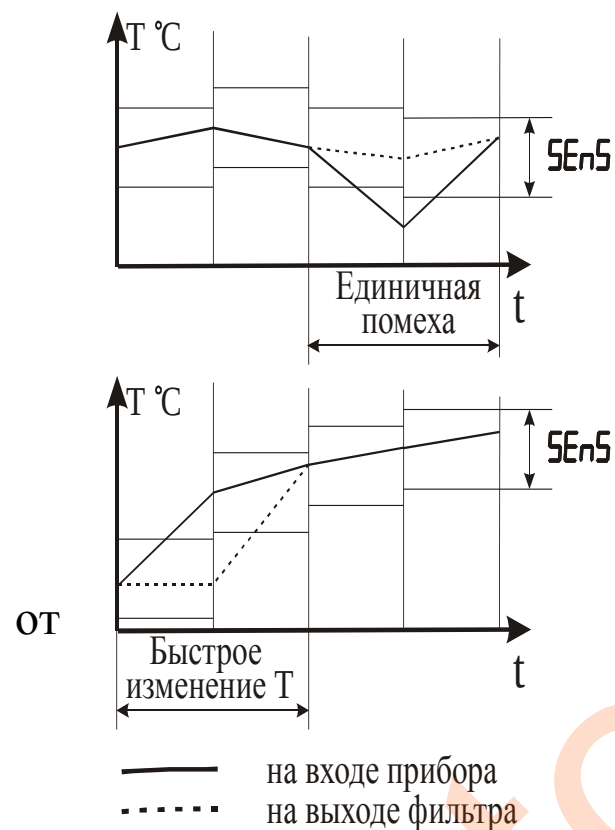

Рисунок 3.3 – Работа фильтра при воздействии случайной помехи и быстром изменении сигнала
3.3.3.7 С целью уменьшения влияния случайных импульсных помех на показания в прибор введена цифровая фильтрация. Работа фильтра описывается параметром **SEnS** - Полоса фильтра. Если текущее значение температуры отличается от результатов предыдущего измерения на значение, которое превышает указанное в параметре “Полоса фильтра”, то проводится повторное измерение температуры, а на индикаторе остается старое значение (см. рисунок 3.3).